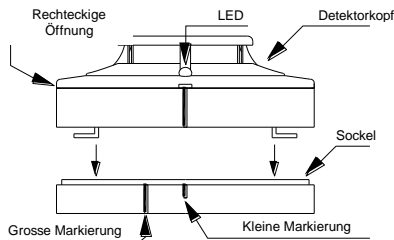

Abb. 4. Montierung des Detektorkopfes auf den Sockel
- Bringen Sie die Markierung auf dem Detektorkopf in eine Linie mit der kleinen Markierung auf dem Sockel wie in der Abb. 4 dargestellt.